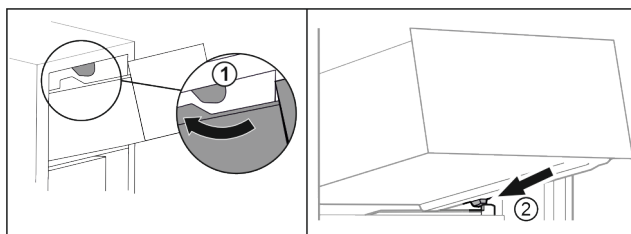

Fig. 64
- Ved'te zásuvku podél horních zářezek. Fig. 64 (1)
- Nasaďte zásuvku šikmo za dolní zářezky na žebrování na nádoby. Fig. 64 (2)